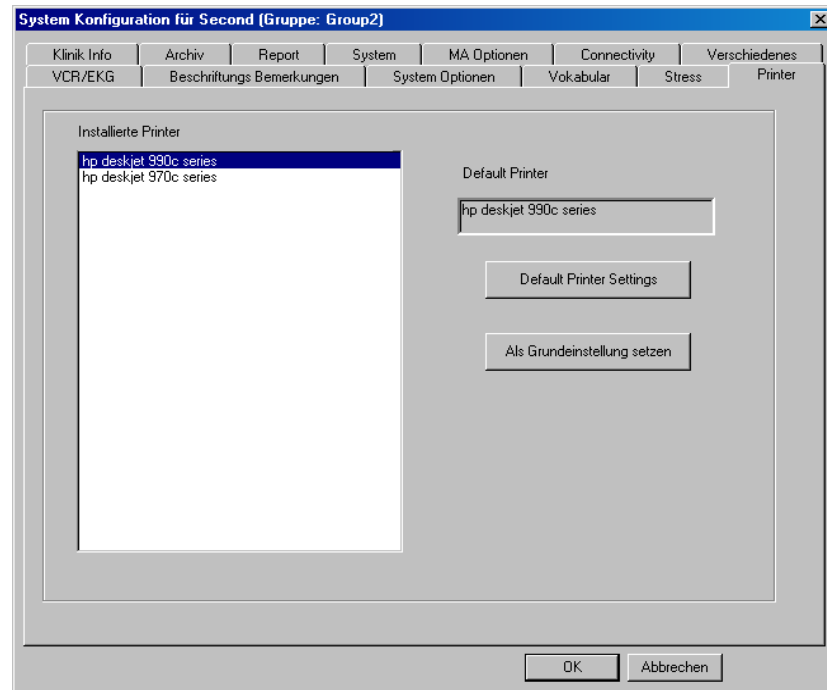

Abbildung 14-21: Registerkarte Drucker
2. Steuern Sie mit dem TRACKBALL die Option **Drucker** an und drücken Sie **Auswahl**. Die Registerkarte **Drucker** wird angezeigt, siehe Abbildung 14-21.